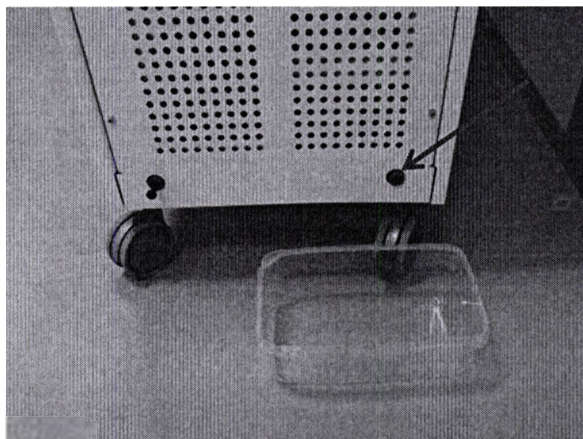

Рис. 13.1 – Клапан «Перелив»
- Открыть клапан «Перелив» (см. рис. 3.1), предварительно подставив под отверстие клапана емкость для жидкости. Жидкость будет поступать из отверстия, указанного на рис.13.1 красной стрелкой.